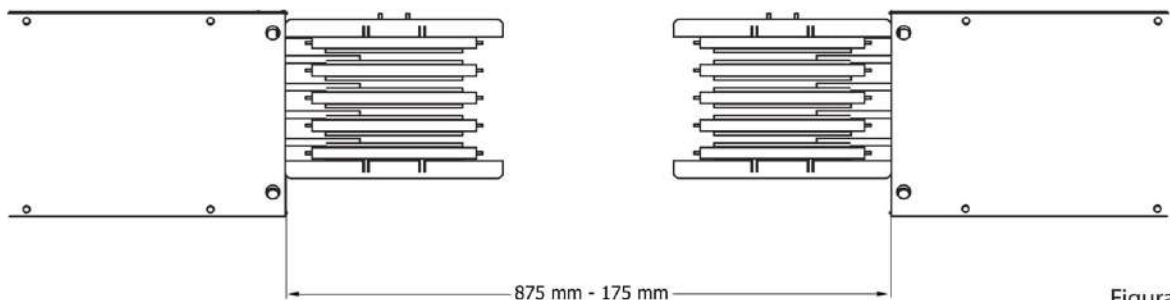

Figura 1
- Medir la distancia de separación entre electroductos. Posterior, a la distancia total se deberá restar 175mm correspondiente a la distancia total del cople (ver figura 1)